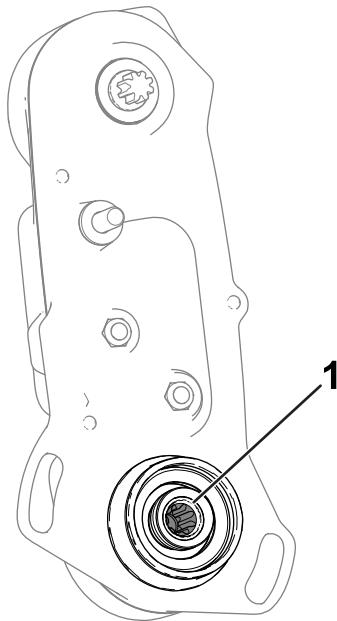

Figura 6
3. Compruebe la grasa que queda en el interior del árbol de transmisión del molinete (Figura 6). Si no ve una cantidad suficiente de grasa, añada más grasa a los ejes estriados macho y hembra.